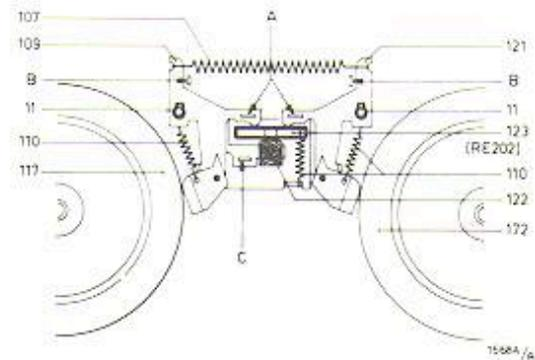

Fig. 9
#### Einstellung der Bremsmagneten und der Bremsen (Fig. 9, 10)
- Bei erregtem Magneten soll der Abstand zwischen den Bremschuhen an den Bügeln 109 und 121 und den Spulentellern 0,6-0,7 mm sein. Einstellen durch Biegen der Zungen A. Es soll darauf geachtet werden, dass der Abstand links und rechts gleich ist (Fig. 9).
- Bei umgekippten Bremschuhen (runde Kante der Bremschuhe gegen die Spulenteller) soll der Abstand zwischen den Magnetanker und den Bremsbügeln (109 und 121) 0,3 bis 0,4 mm sein. Einstellen durch Biegen der Zunge C (Fig. 9).
Einstellen durch Kürzen der Feder 107 (Fig. 9) oder durch Dehnen oder aber durch Ersatz derselben.